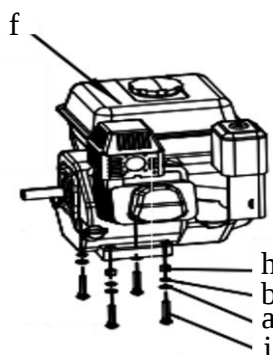

Fig. 3b
- Fissare il motore utilizzando i dadi di bloccaggio (h), le rondelle elastiche (b), le rondelle piatte (a) e i bulloni a carrello (i) in dotazione. Vedere la Fig. 3b.